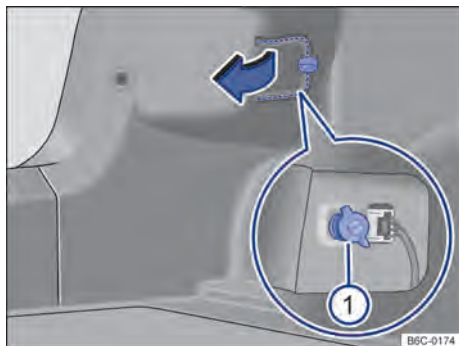

Fig. 168 No compartimento de bagagem: desinstalar cobertura e retirar o parafuso borboleta  (lupa).
-  Para abrir a cobertura da lanterna, girar a trava → Fig. 168 (seta).
-  Segurar a lanterna traseira na posição de montagem com uma das mãos e aparafusar com a outra o parafuso borboleta → Fig. 168 .